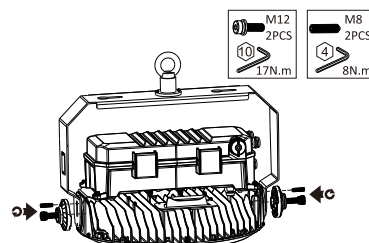

Fig. 20
3. Fixez le support multi-montage au luminaire en réinstallant les plaques du montage à étrier de chaque côté du luminaire (Fig. 20).